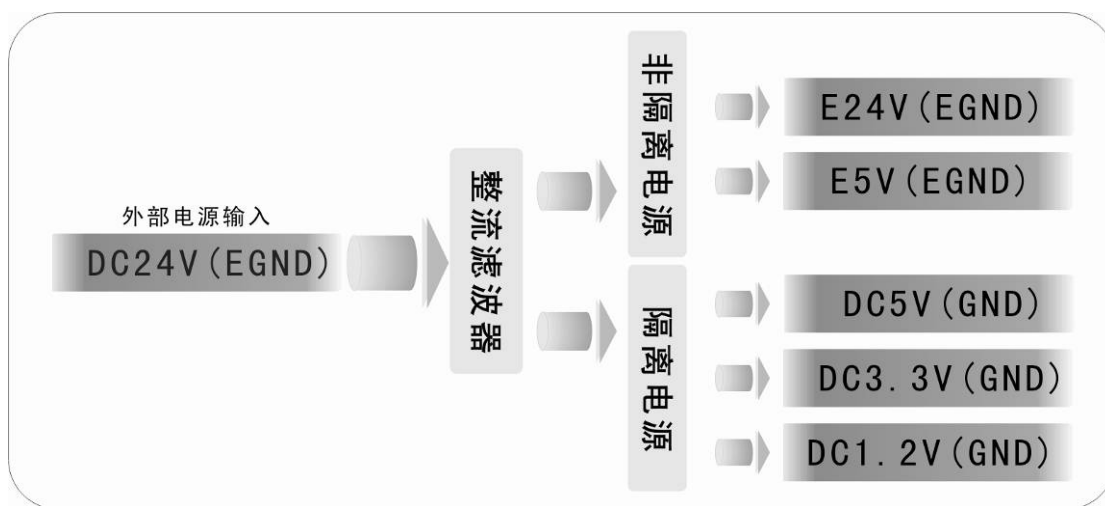

图 2-3 激光控制板系统电源关系图
CNC-LS2320 激光控制板系统电源关系图，如图 2-3 所示。
CNC-LS2320 激光控制器的电机驱动信号接口、步进电机电源接口、232 串口调试接口、外部电源输入接口、拨码开关的分布参照如图 2-3 所示。
2. CNC-LS2320 激光驱动板输入 DC24V (GND) 电源，勿将其控制板输入的 DC24V (EGND) 一起共用，为保障两个系统正常工作，必须使用两个完全独立的 DC24V 电源分别提供给激光控制板和激光驱动板，且不要两个电源的地线相连接，激光控制板和激光驱动板电源关系图如图 2-3。
如图 2-3 激光控制板和激光驱动板电源关系图